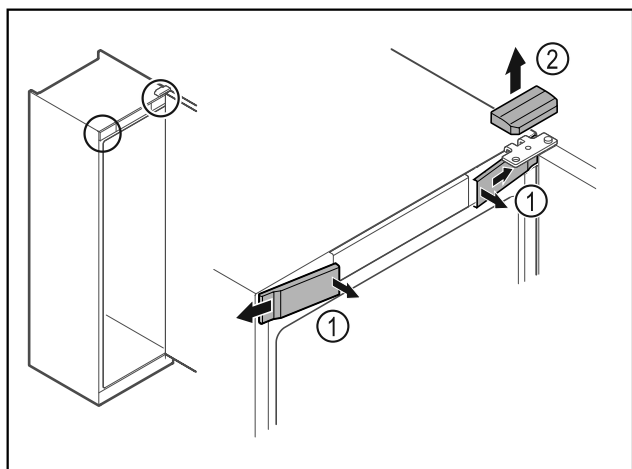

Fig. 16
- Atbrīvojiet priekšējos pārsegu Fig. 16 (1) iekšpusē un noņemiet uz sāniem.
- Noņemiet augšējo pārsegu Fig. 16 (2) uz augšu.